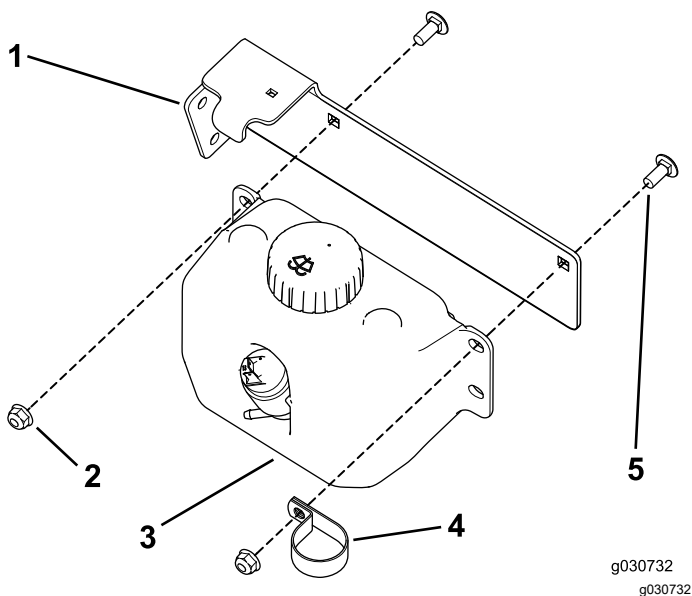

Bild 44
- Befestigen Sie die Flasche für die Scheibenwaschanlagenflüssigkeit und die R-Klemme mit zwei Schlossschrauben (5/16" x 3/4") und zwei Bundmuttern an der Behälterbefestigung (**Bild 44**).